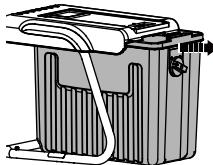

Abbildung 2
Auspacken (Abbildung 2)
2. Zum Zwecke der platzsparenden Aufbewahrung und des Transports kann der Häcksler (7) in dem Auffangbehälter (5) gelagert werden. Ziehen Sie wie in Abbildung 2 gezeigt den Auffangbehälter (5) aus dem Rahmen und nehmen Sie den Häcksler (7) und die Zubehörteile heraus.